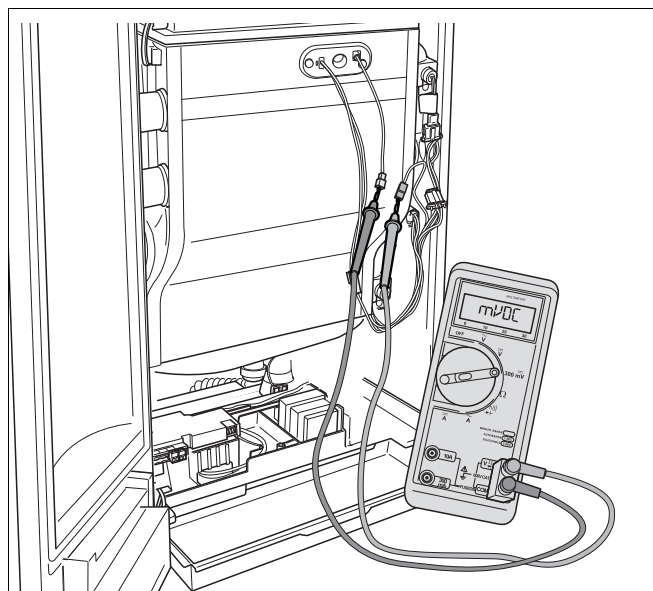

Fig. 74 Misurazione della corrente di ionizzazione
- Collegare in serie il dispositivo di misurazione (fig. 74). Nell'apparecchio di misurazione, selezionare la scala di misura di corrente continua in μA . È necessario che l'apparecchio di misurazione disponga di una risoluzione di almeno $1 \mu\text{A}$.